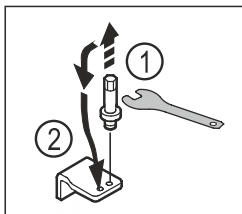

Fig. 21
- ▶ S ključem z zunanjim šestkotnikom velikosti 5 odvijte sornik spodnjega ležajnega podstavka. Fig. 21 (1)
- ▶ Sornik vstavite na nasprotni strani. Fig. 21 (2)